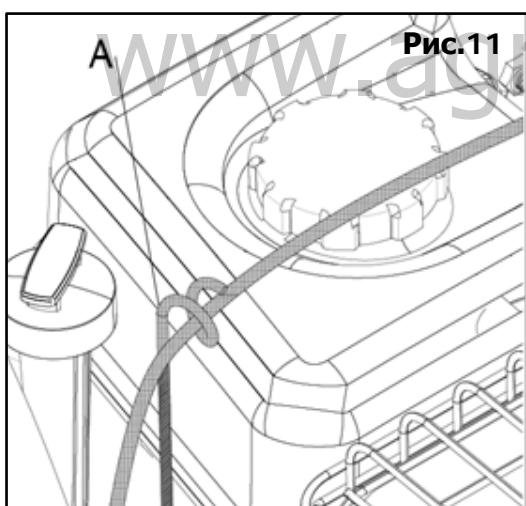

Рис.11
- Наденьте кабель на направляющую **(A)** Рис. 11) для закрепления.